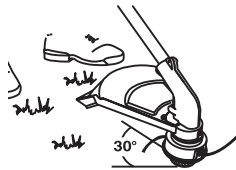

Fig. 12
ADVERTENCIA: Evite los arranques accidentales. Colóquese en posición de inicio cuando tire de la cuerda de arranque (Fig. 12). El operador y la unidad deben estar en una posición estable al arrancar la unidad para evitar graves lesiones personales. Compruebe que cualquier complemento usado se instale correctamente y que esté seguro, antes de poner en marcha la unidad.
- Soporte en la posición de arranque y no apriete el control de regulador (Fig. 12). Tire bruscamente del cordón de arranque hasta 5 a 10 veces.
1. Sostenga la bobina exterior con una mano y desenrosque la Bump Knob™ en sentido antihorario (Fig. 12). Inspeccione el perno de adentro de la perilla percusiva para verificar que se mueva con libertad. Cambie la perilla percusiva si está dañada.
1. Sostenga la bobina exterior con una mano y desenrosque la perilla percusiva en sentido antihorario (Fig. 12). Inspeccione el perno dentro del botón de tope para verificar que se mueva con libertad. Cambie el botón de tope si está dañado.